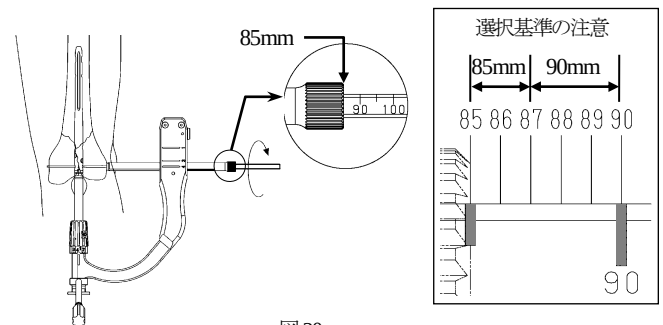

図 20
- 16) 逆行性 N デブスゲージを用いてスクリュー長を計測します。ドリルスリーブを取外し、顆部スクリュー用スリーブ外筒先端を骨面に密着させ、デブスゲージを挿入し、先端フックを対側皮質に引っ掛け、デブスゲージを回転させながら最大深さとなるスクリュー長を計測します。(図 20)